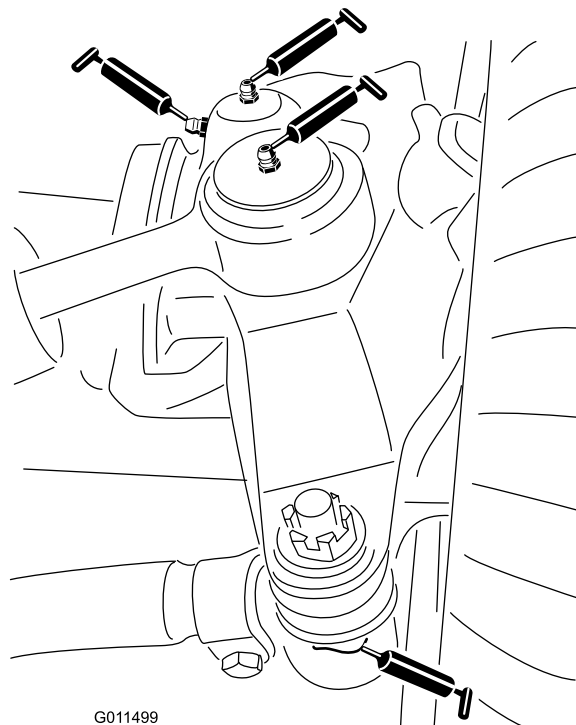

Рисунок 37
- Шаровые опоры гидроцилиндра рулевого управления (2 шт.) (Рисунок 37)
- Шаровые опоры стяжной тяги (2 шт.) (Рисунок 37)
- Втулки поворотного шкворня (2 шт.) (Рисунок 37).